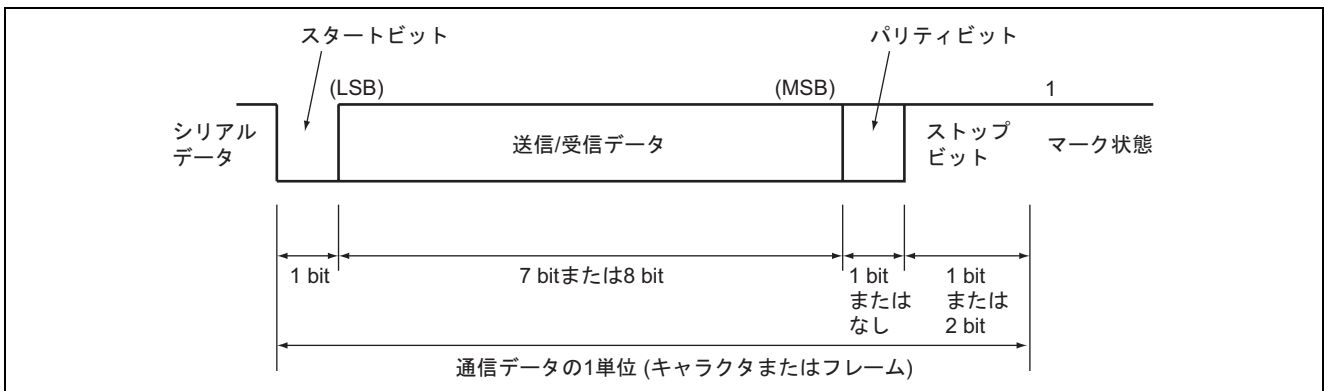

図 3 調歩同期式通信のデータフォーマット
- 図 3 に調歩同期式通信のデータフォーマットを示します。調歩同期式通信では、通信回線は通常マーク状態 ("High"レベル) に保たれています。SCI3 では通信回線を監視し、スペース (Low レベル) になったところをスタートビットとみなしてシリアル通信を開始します。